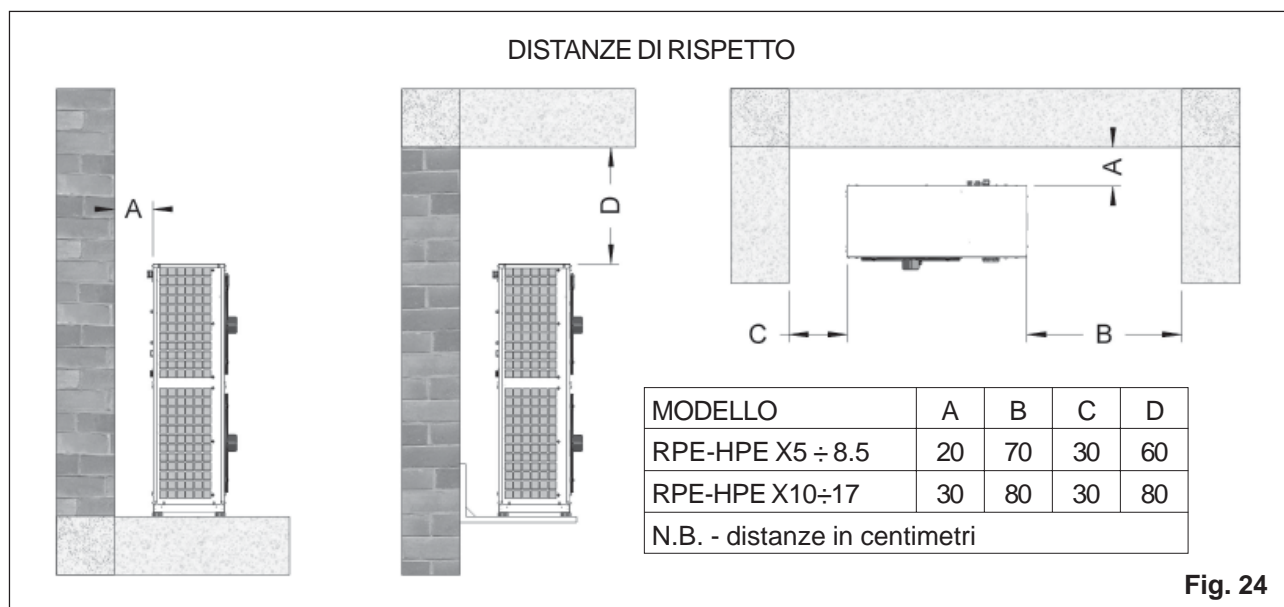

Fig. 24
- h) rispettare gli spazi minimi consigliati, in modo da consentire le operazioni di installazione e di manutenzione (fig. 24);